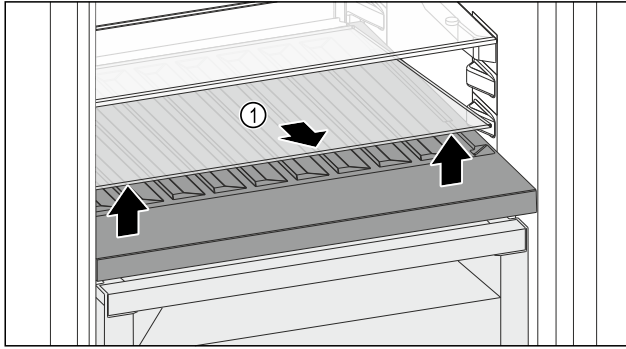

Fig. 142
- ▶ Levante la placa de vidrio Fig. 142 (1) por la entalladura de la parte delantera y retírela.
- ▶ Guarde la placa de vidrio Fig. 142 (1) de forma segura fuera del electrodoméstico.